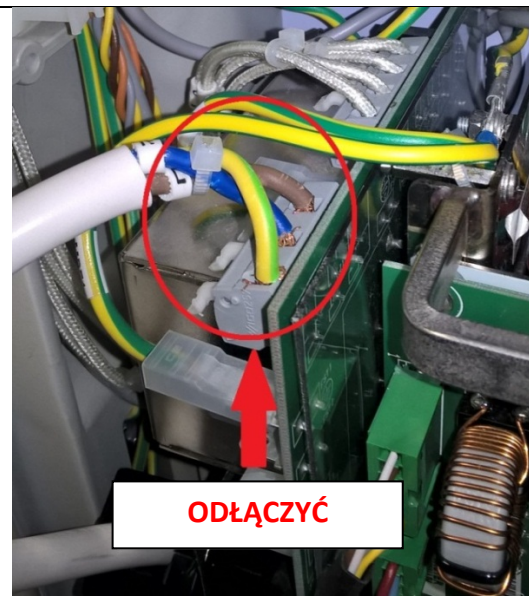

Rys. 3
5. Odłączyć następujące złącza: PS2, PS3, PS4, PS5, PS6, PS7, PS8 oraz dwa przewody uziemienia poniżej złącza PS8 (rys. 3).